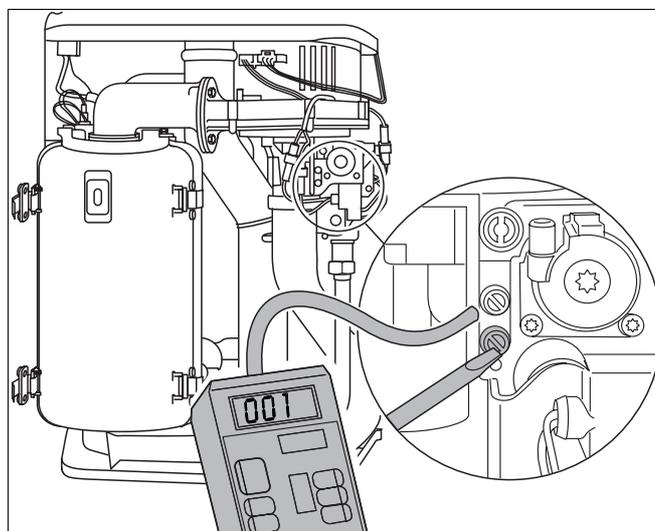

Fig. 81 Controllare il rapporto gas-aria
- Allentare di un giro la vite di chiusura del nippel di prova per la misurazione della pressione del bruciatore (fig. 81).
- Collegare il raccordo positivo dell'apparecchio per la misurazione della pressione tramite un tubo al nippel di prova per la misurazione della pressione del bruciatore (fig. 81).